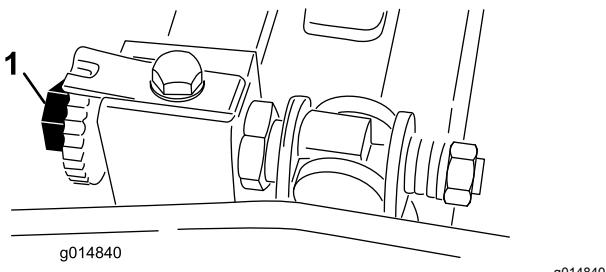

Рисунок 47
3. Поверните барабан таким образом, чтобы нож пересекал кромку неподвижного ножа между первой и второй головками винтов неподвижного ножа с правой стороны режущего блока (Рисунок 47).
- прокладке при перемещении ее из стороны в сторону (Рисунок 47).